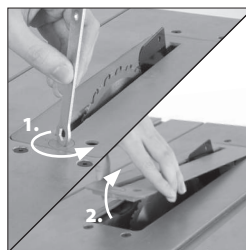

Fig. 48
- Retirez la plaque d'accès en tournant la vis de blocage d'un quart de tour et en soulevant doucement la plaque d'accès de la table (**Fig. 48**). Rangez la plaque d'accès en lieu sûr, pour pouvoir la réutiliser plus tard.